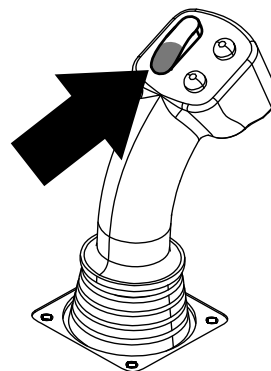
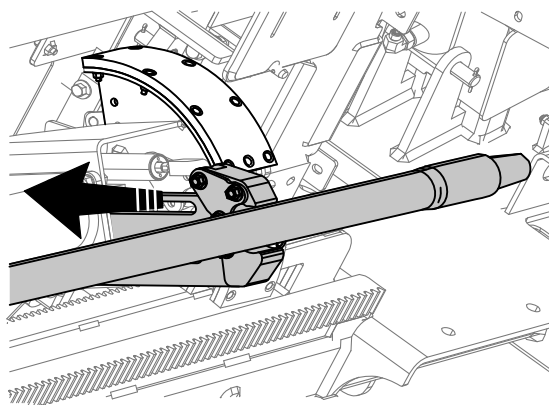

Figure 14
Figure 15
7. Maintenez le bas de l'interrupteur à bascule enfoncé (Figure 14) jusqu'à ce que les bras soient complètement rétractés (Figure 15).